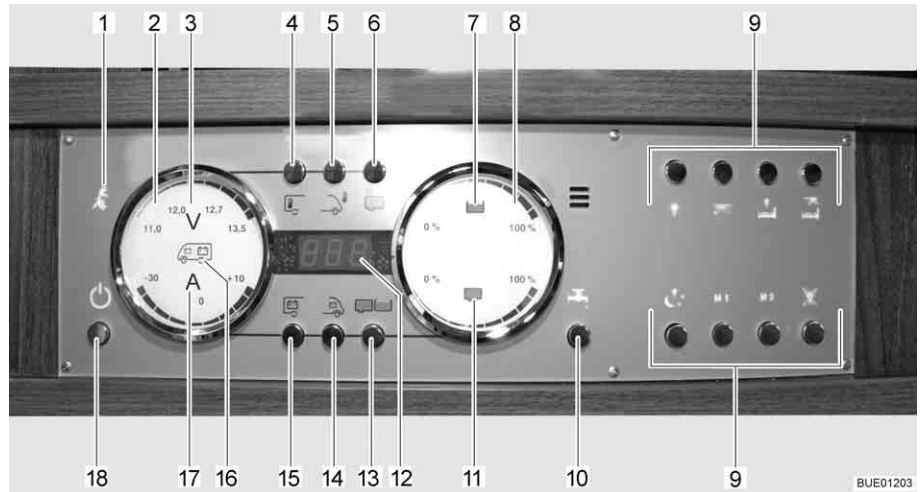

Bild 118 Panel LT 510
230 V-kontrollampan (Bild 118,1) lyser när nätspänningen ligger på elblockets ingång.
Med huvudbrytaren 12 V (Bild 118,18) kopplas panelen och bodelens 12 V-försörjning till eller från.
**Slå på:** ■ Tryck kort på knappen 12 V-försörjning (Bild 118,18). 12 V-försörjningen för bodelen är påslagen. Kontrolllampan "12 V" lyser.
▷ Efter aktivering av försörjningen: om lysdioden "11,0" för voltindikeringen samt symbolen volt "V" (Bild 118,3) på indikeringsinstrumentet för batterierna (Bild 118,2) blinkar är bodelsbatteriets spänning för låg. Ladda batteriet.
▷ Efter aktivering av försörjningen: om kontrolllampan "12 V" och symbolen volt "V" (Bild 118,3) blinkar tre gånger är batterifrånkopplingen aktiverad. Avaktivera batterifrånkopplingen.
**Slå från:** ■ Tryck kort på knappen 12 V-försörjning (Bild 118,18). 12 V-försörjningen för bodelen är avstängd. Kontrolllampan "12 V-försörjning" slocknar.
■ Tryck på knappen bodelsbatteri (Bild 118,15) och håll den intryckt i ca 10 sekunder. Symbolen volt "V" (Bild 118,3) och kontrolllampan "12 V" blinkar tre gånger. Bodelsbatteriet är frånkopplat från 12 V-nätet.
■ Tryck på knappen 12 V-försörjning (Bild 118,18) och håll den intryckt i ca 5 sekunder. Symbolen volt "V" (Bild 118,3) och kontrolllampan "12 V" blinkar tre gånger. Bodelsbatteriet är anslutet till 12 V-nätet. Kontrolllampan tänds efter ca 5 sekunder.
- Tryck på knappen bodelsbatteri (Bild 118,15). Symbolen volt "V" (Bild 118,3) lyser. Symbolen ampere "A" (Bild 118,17) är vit eller röd beroende på laddning eller urladdning. Batterispänningen och strömmen för bodelsbatteriet visas via lysdioderna på indikeringsinstrumentet.
- Tryck på knappen startbatteri (Bild 118,14). Symbolen volt "V" (Bild 118,3) lyser. Startbatteriets spänning visas via lysdioderna på indikeringsinstrumentet.
- Tryck på knappen tank (Bild 118,13). Symbolerna vattentank (Bild 118,7) och avloppstank (Bild 118,11) lyser. Nivån i vattentanken (övre skala) och i avloppstanken (nedre skala) visas via lysdioderna på indikeringsinstrumentet.
**Tanklarm** Symbolen vattentank (Bild 118,7) eller symbolen avloppstank (Bild 118,11) blinkar när vattentanken är tom eller när avloppstanken är full.
Via den digitala indikeringen (Bild 118,12) kan innetemperaturen och utetemperaturen avläsas.
**Indikeringar:** ■ Tryck på knappen innetemperatur (Bild 118,4). Innetemperaturen visas.
■ Tryck på knappen utetemperatur (Bild 118,5). Utetemperaturen visas.